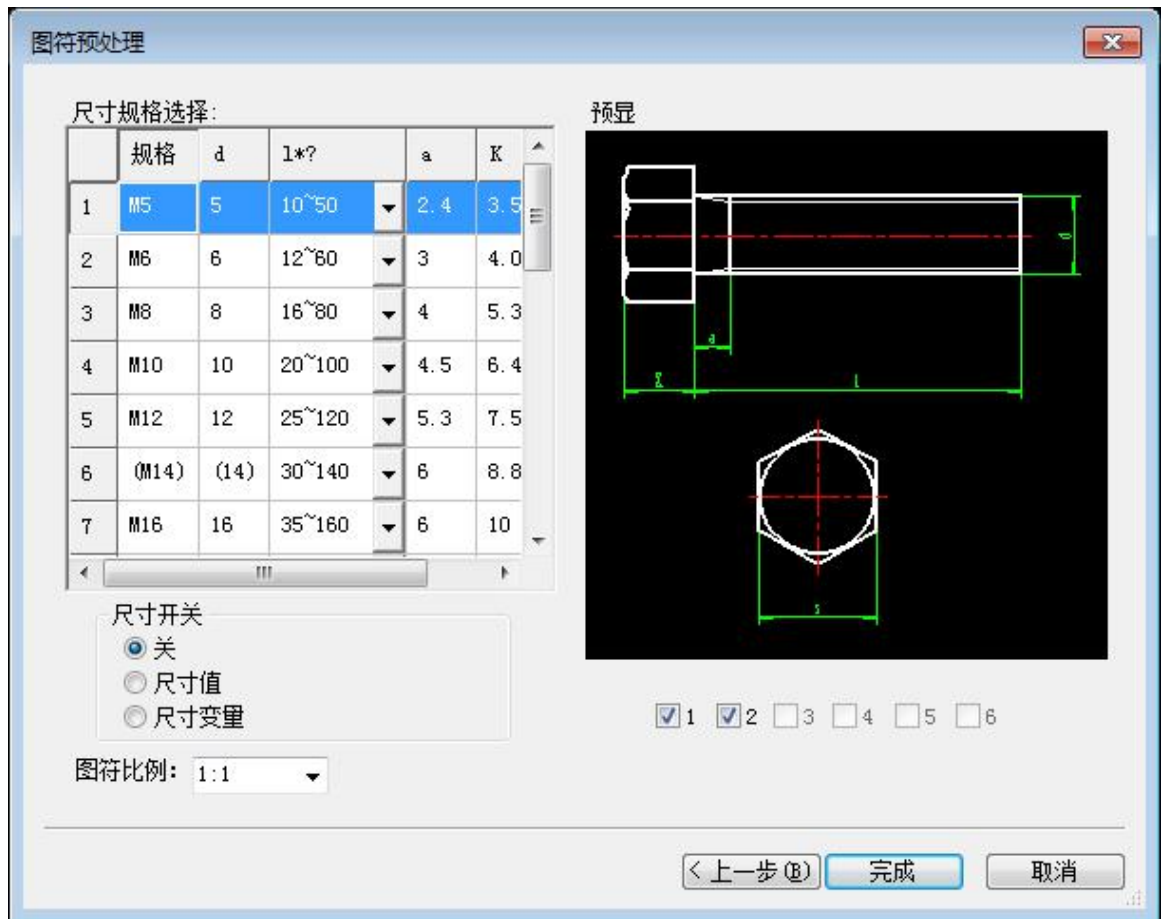

图 6-5 图符预处理对话框
- 6) 用户选定图符后，单击【下一步】按钮就可进入【图符预处理】对话框，如图 6-5 所示。